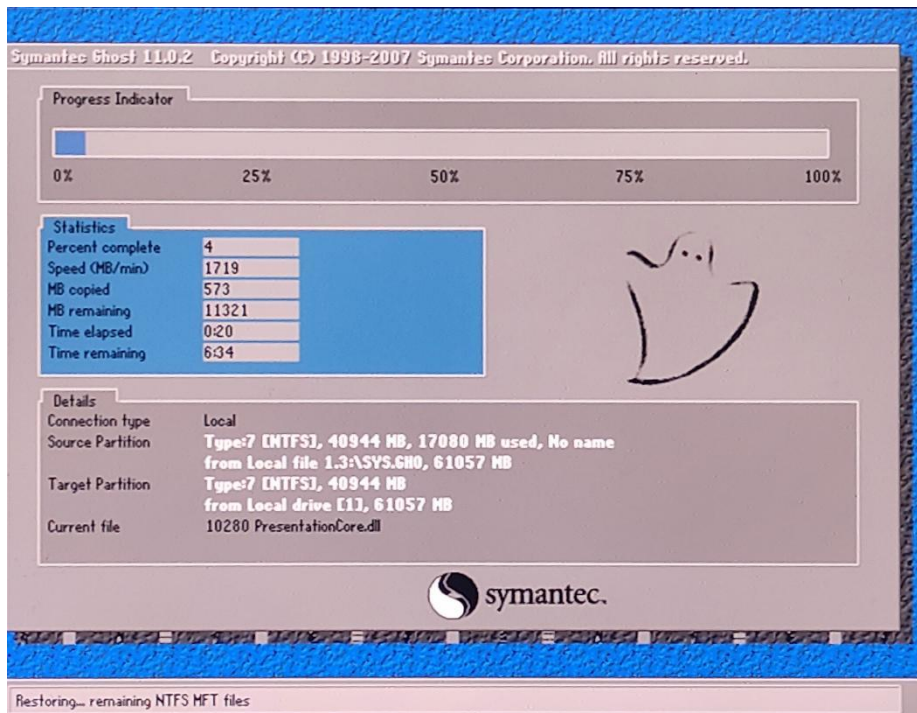

图6 系统还原界面
(4)系统将会重启,同时开始自动还原系统,进入到系统还原界面(如图6所示),还原结束后会自动重启系统。